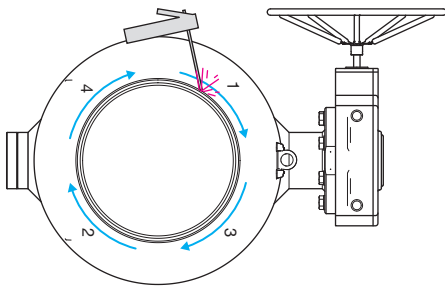

Abbildung 4. Verschweißen.
- Anschließend werden die Nähte zwischen den Brücken wie in Abb. 4 und 5 dargestellt geschweißt. Schweißreihenfolge: 1-2-3-4.